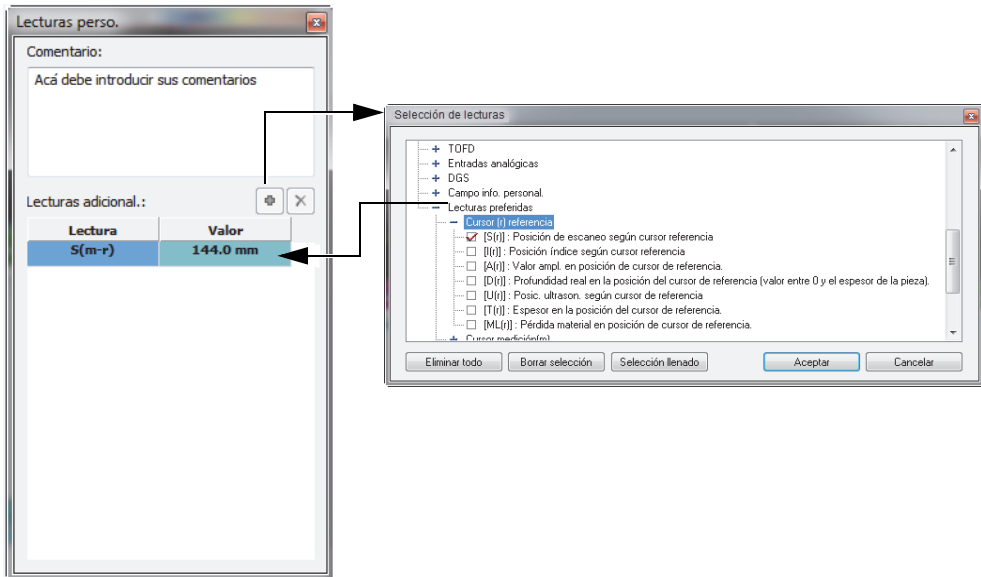

Figura 6-5 Adición de un comentario o lectura adicional para una indicación de defecto
- c) En el cuadro de diálogo **Lecturas perso.** que aparece (ver Figura 6-5 en la página 193), introduzca su comentario en la indicación del defecto gracias al campo **Comentario**.
9. En la tabla de defectos es posible agregar lecturas adicionales (ver Figura 6-5 en la página 193):